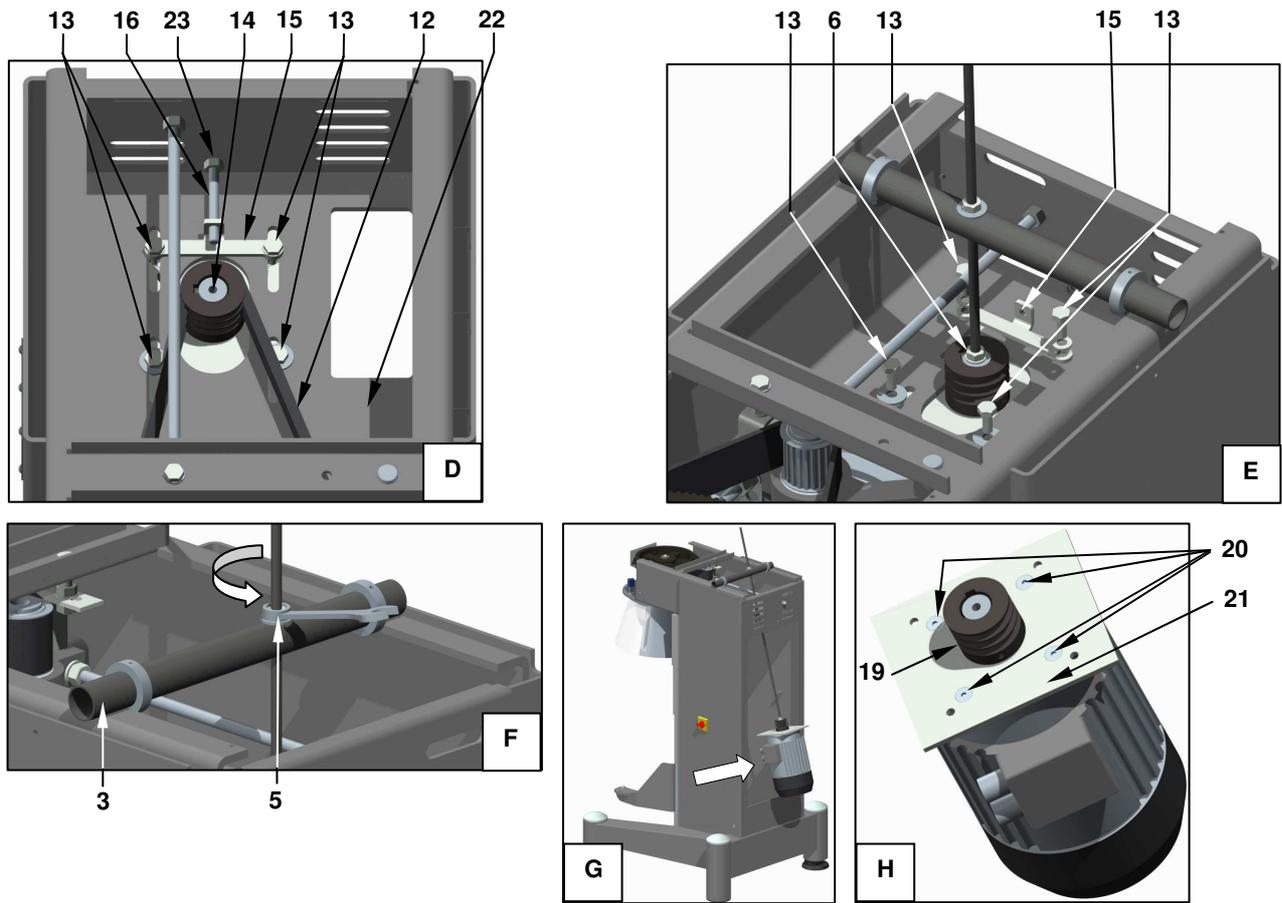
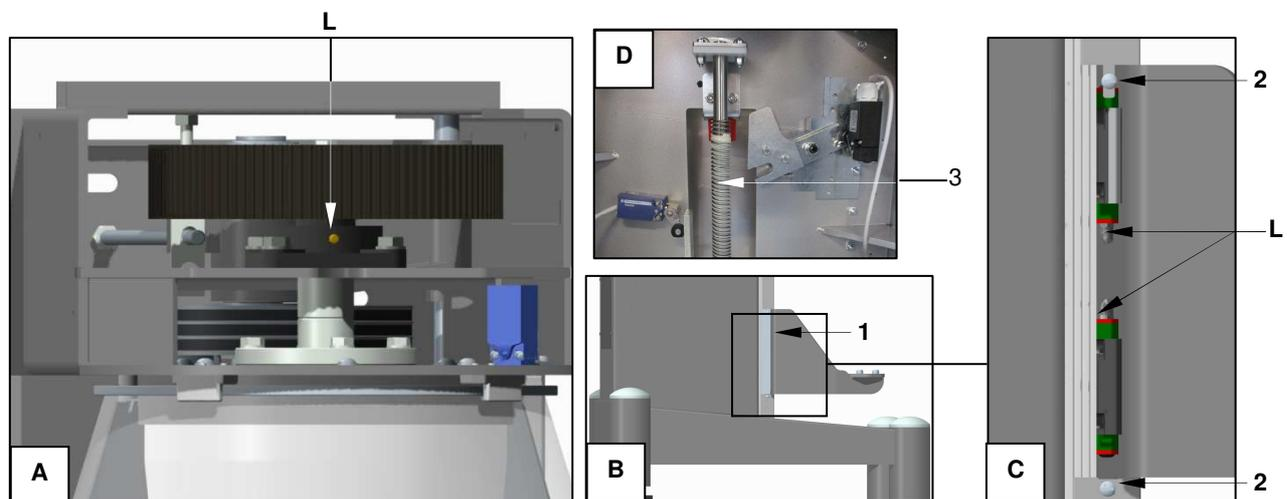
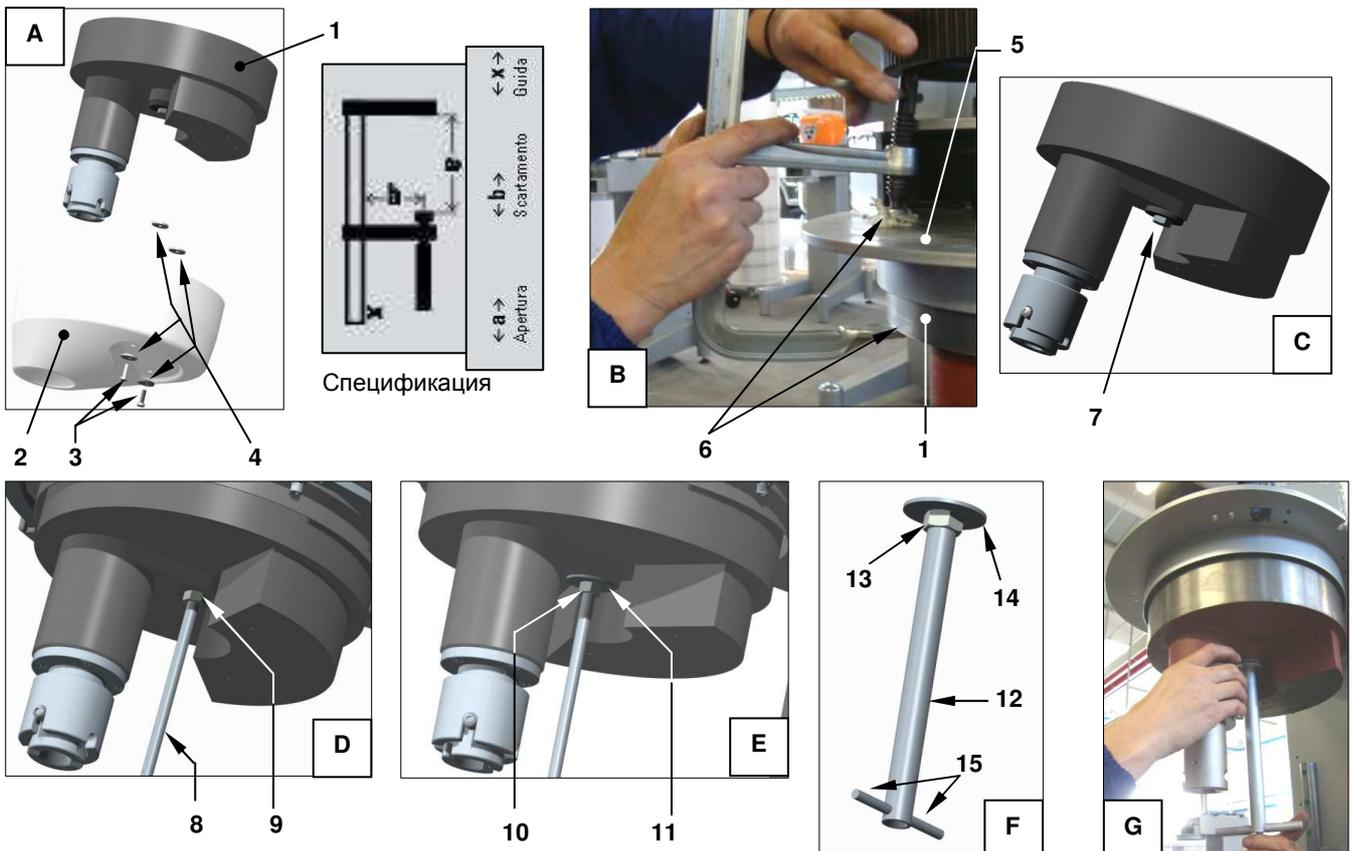

Рисунок 17 – Демонтаж/установка двигателя насадки
Рисунок 19 - Крепления инжектора смазки
Рисунок 20- Установка/демонтаж купола
См Рисунок 17, замена двигателя рис.1 подготовьте, доступный в продаже, необходимый материал:
- d) установить диски рис.17 на трубке таким образом, чтобы их расстояние было меньше верхнего отверстия головки двигателя;
- e) изъять рифлёный кронштейн рис.2, вставить его в сквозное отверстие трубки рис.3, вставить прокладку рис.4 и зажать гайку рис.5; кронштейн должен находиться между двумя дисками рис.17; с противоположной стороны закрутить вторую гайку рис.6;
- f) закрутить рифлёный кронштейн со стороны гайки рис.6, в резьбовое отверстие рис.14 вала двигателя, накладывая вторую прокладку (такую же, как на рис.4); диски рис.17 должны оставаться во внутренней части головки двигателя;
- g) закрепить гайку рис.6 с упорной шайбой на верхней части ведущего вала; приложить трубку рис.3 к тыльной стороне головки двигателя, переместить диски рис.17 и переместить их приблизительно на 2 мм от пластин, согнутых к внутренней части головки двигателя; обозначить позицию дисков на трубке; извлечь рифленый кронштейн и заблокировать каждый диск на трубке с помощью эластичного степселя диаметром 4 мм рис. 18 (осуществить сквозное радиальное отверстие в центре толщины каждого диска трубы на предварительно обозначенной позиции). Если диски стальные, возможно зафиксировать их на трубе с помощью пайки.
- n) Демонтируете шкив рис.19 и отвинчиваете винты рис.20, чтобы демонтировать пластину рис.21 от двигателя (только для моделей PL80/PL100 с бесступенчатым регулятором скорости).
Начало Рисунок 17 – Демонтаж/установка двигателя насадки
Посмотрите Рисунок 17, для установки двигателя (после перемещения шкива рис.19 и пластины рис.21):
**Каждые 200 часов работы (приблизительно)** с помощью доступного в продаже, инжектора (не прикладывая чрезмерных усилий, которые могут спровоцировать повреждение частей) нанести масло AGIP PV 2 –AGPV или же аналогичное на механизмы, изображённые на Рисунок 19.
Иметь в наличии рифлёный штифт (длина  $\geq 600$  мм)) с метрической резьбой аналогичной резьбе на винте рис.7 Рисунок 20, **особое внимание необходимо обратить на модели PL80N, PL80SN, PL100N, у которых винт рис 7 M12 с правой метрической резьбой, тогда как у моделей PL120N, PL140N, PL160N винт рис 7 M16 с левой**, и с зажатými на концах двумя дистанционными гайками с внутренней резьбой и, вставленной между двумя гайками прокладкой, внешний диаметр которой как минимум в 3 раза больше диаметра отверстия, занятого винтом рис. 7 Рисунок 20) и диаметр междоузлия должен быть больше диаметра, в соотношении  $1.0 \div 1.5$ , наружной резьбы, описанной выше гайки; все детали доступны в продаже. Далее, предоставлена таблица с весом куполов всех доступных моделей миксера.
Посмотрите Рисунок 20, для опускания купола рис 1 необходимо:
Для повторной установки купола (посмотрите Рисунок 20) необходимо: